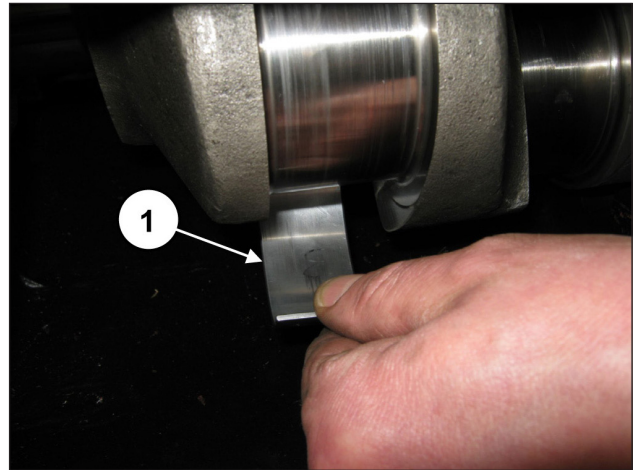

Fig. 20
Dégager les trois demi-coussinets supérieurs des demi-bielles (rep. ①, Fig. 20).